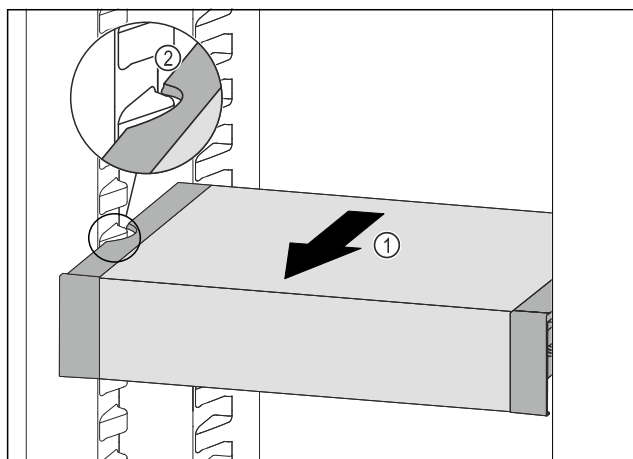

Fig. 108
▶ Tire del VarioSafe hacia delante Fig. 108 (1) hasta que los huecos laterales del VarioSafe se encuentren a la altura de la nervadura del recipiente en el compartimento del frigorífico. Fig. 108 (2)